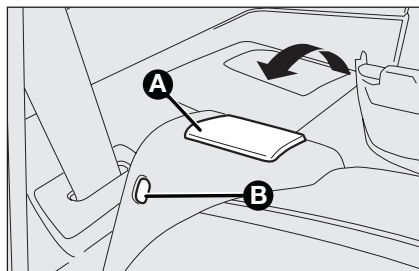

fig. 77
- soulever le levier **A-fig. 77** de retenue du dossier et rabattre ce dernier en avant, afin d'obtenir un coffre de chargement uniforme. Le soulèvement du levier est signalé par une "bande rouge" **B**;